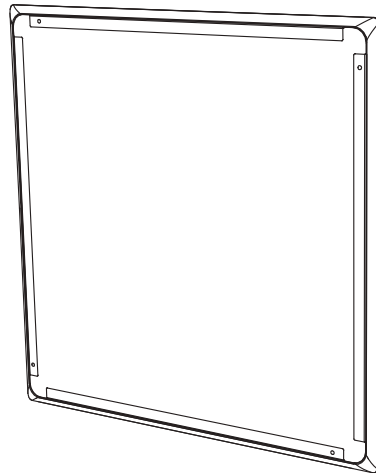

Fig. 19. Install the paint mask
- 2. Pressione a máscara de tinta na parte frontal da lata traseira, onde será mantida no lugar por ímãs. Esta máscara é deixada no lugar enquanto o teto e a moldura são pintados (Fig.19).